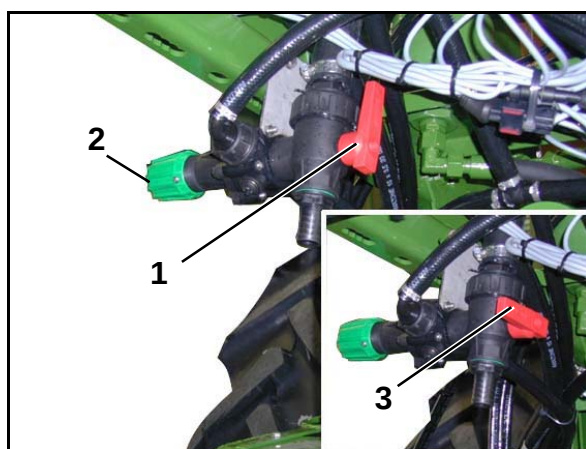

Fig. 167
- le robinet inverseur DUS (Fig. 167/1).
- la vanne de réduction de pression DUS (Fig. 167/2). La vanne de réduction de pression DUS a été réglée définitivement par le constructeur, elle réduit la pression dans le système de circulation de pression à 1 bar.
Si le robinet inverseur DUS est en position (Fig. 167/1), le système de circulation de pression est activé.
Si le robinet inverseur DUS est en position (Fig. 167/3), le système de circulation de pression est désactivé.